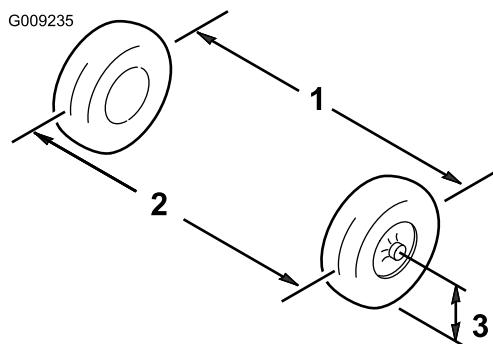

Рисунок 48
- Измерьте расстояние между обеими передними шинами на уровне моста, с передней и задней стороны передних шин (Рисунок 48).